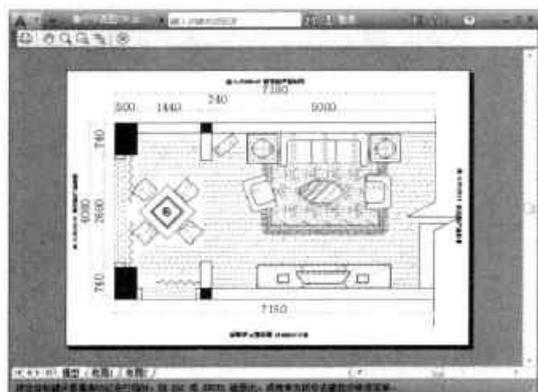

图10-75 预览打印效果
Step15 单击“预览”按钮，在打印预览界面中浏览打印效果，如图 10-75 所示。